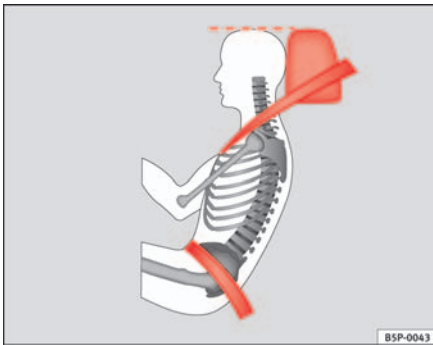

Abb. 13 Richtiger Gurtbandverlauf und richtige Kopfstützeinstellung von der Seite betrachtet
- Der Beckengurtteil des Sicherheitsgurtes muss vor dem Becken verlaufen und niemals über dem Bauch. Der Sicherheitsgurt muss flach und fest am Becken anliegen ⇒ **Abb. 13**. Ziehen Sie das Gurtband gegebenenfalls etwas nach.